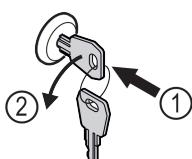

Fig. 201
- Пъхнете ключа. Fig. 201 (1)
- Завъртете го на 90° обратно на часовниковата стрелка. Fig. 201 (2)